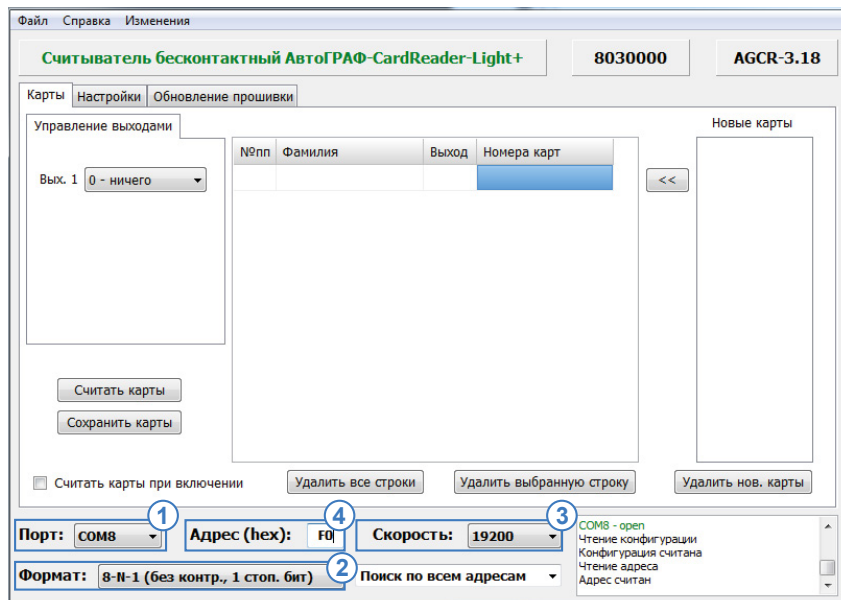

Рис.4. Подключение по известному адресу.
- в программе «AGPConf» выбрать COM-порт к которому подключается программатор «TKLS-Prog-RS485» (Рис.4, п.1). Посмотреть порт устройства можно в Диспетчере устройств системы, подключив предварительно программатор;
- настроить формат передачи, заданный в считывателе (Рис.4, п.2). По умолчанию – 8-N-1;
- выбрать скорость передачи, заданный в считывателе (Рис.4, п.3). По умолчанию – 19200;
- в поле «Адрес (hex)» указать адрес считывателя, к которому необходимо подключиться (Рис.4, п.4);